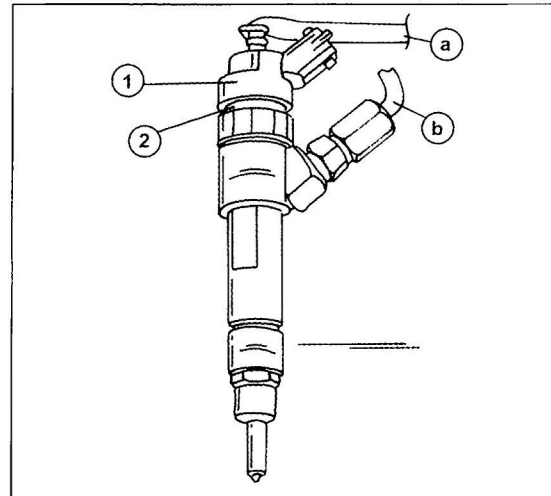

Bild 179
- Zwei Schraubenschlüssel in der in Bild 179 gezeigten Weise am Anschluss ansetzen und die Leitung an der Einspritzdüse abschrauben. In gleicher Weise die Überwurfmutter der Leitung am Anschluss des Common-Rail-Verteilerrohres abschrauben. Offene Anschlüsse an der Düse und am Verteilerrohr in geeigneter Weise gegen Eindringen von Schmutz abdecken. In der Werkstatt werden dazu Kappen auf die Anschlussstellen aufgedrückt.
- Distanzstück (4) aufsetzen.
- Dichtringe (8) und (7) aufsetzen. Beide müssen erneuert werden.
- Die Düse (5) einschieben, das Klemmstück (3) aufsetzen und die Scheibe (2) darübersetzen. Die Mutter (1) aufschrauben, ohne sie festzuziehen.
- Die Muttern (1) der Zylinder 2 und 4 mit 30 Nm anziehen.
- Die Einspritzleitungen der Zylinder 1 und 3 handfest an die Einspritzdüsen und das Verteilerrohr anschrauben und die Muttern (1) der Klemmstücke (3) der beiden Zylinder mit 30 Nm anziehen.
• Die Überwurfmutter an den Einspritzdüsen und am Verteilerrohr mit 25 Nm anziehen. Da in der Werkstatt ein spezieller Schlüssel zum Anziehen benutzt wird, auf welchen man einen Drehmomentschlüssel aufsetzen kann, müssen Sie das Drehmoment schätzen, falls die Überwurfmutter mit einem Gabelschlüssel angezogen werden. Auf jeden Fall das darunterliegende Sechskant gegenhalten, wie man es in Bild 179 sehen kann.